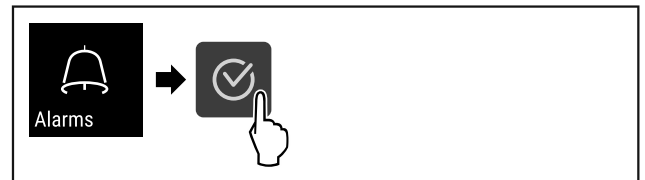

Fig. 105
- ▶ Udfør handlingstrinene (se Fig. 105) .